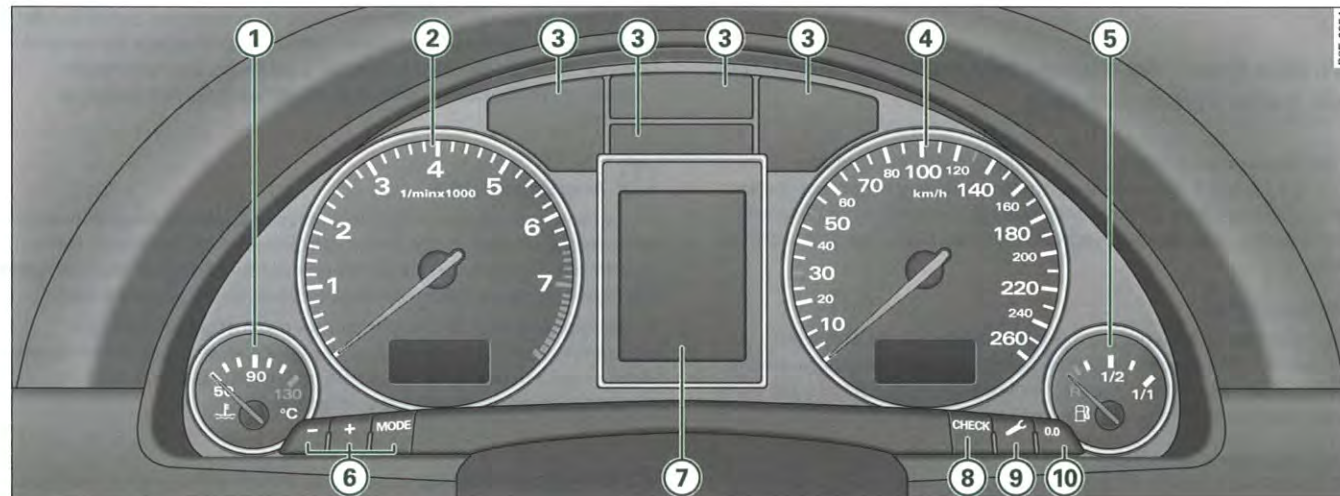

Fig. 2 Vue d'ensemble du combiné d'instruments
L'indicateur de température du liquide de refroidissement ⇒ *page 11*, fig. 2 ① ne fonctionne que lorsque le contact d'allumage est mis. Pour éviter d'endommager le moteur, veuillez tenir compte des remarques suivantes, relatives aux plages de température.
L'aiguille du compte-tours $\Rightarrow$ page 11, fig. 2 ② ne doit rester que pendant une courte durée dans la zone rouge de la graduation : risque d'endommagement du moteur ! Le début de la zone rouge du compte-tours dépend du type de moteur.
Lorsque le contact d'allumage est coupé, il suffit d'appuyer sur la touche de contrôle **[CHECK]** ⇒ *page 11, fig. 2* **⑧** pour éclairer pendant quelques secondes l'horloge digitale avec affichage de la date et le compteur kilométrique. ■